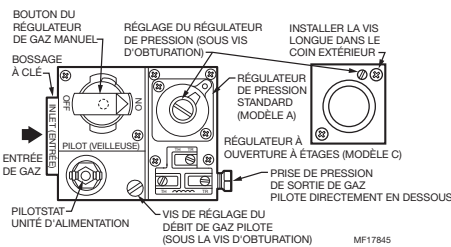

Fig. 3. Vue de dessus des modèles à capacité standard.
2. Monter le régulateur de façon à ce que l'entrée de gaz soit du côté comportant le bossage à clé en saillie. Voir les Fig. 3 et 4.
6. Connecter le tuyau ou le coupleur à l'entrée et à la sortie du régulateur. Pour serrer les connexions d'entrée et de sortie, utiliser une clé sur le bossage à clé uniquement. Voir les Fig. 3 et 4. Si le tube est utilisé, connecter le tube au coupleur.
3. Dévisser le raccord de compression en laiton de la sortie de gaz pilote (Fig. 3 et 4). Selon le modèle du régulateur de gaz, le raccord fourni peut être destiné à des tubes de 1/8 po ou 1/4 po. Faire glisser le raccord par dessus le tube et le dégager.
- 2. Avec le brûleur principal en fonctionnement, vérifier le débit de sortie du régulateur de gaz à l'aide du compteur à gaz ou de la pression de sortie à l'aide d'un manomètre connecté à la prise de pression de sortie du régulateur. Voir les Fig. 3 et 4.